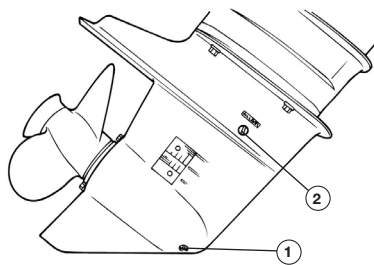

Рис. 53 Пробки сливного и контрольного отверстий
1. Наклоните мотор так, чтобы сливное отверстие было в самом нижнем положении (Рис. 53).
3. Выкрутите пробку 1 сливного отверстия (Рис. 53).
4. Выкрутите пробку 2 контрольного отверстия (Рис. 53), это позволит маслу быстрее стечь.
7. Когда масло начнет выступать из контрольного отверстия, сначала закрутите пробку 2 контрольного отверстия, затем пробку 1 сливного отверстия (Рис. 53).